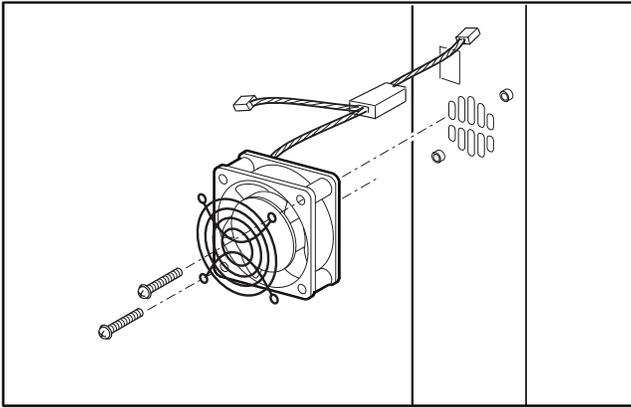

Figura 5: Instalación del ventilador de repuesto
9. Con el ventilador de repuesto, pase el cable de alimentación con el conector en Y a través de la ranura de acceso situada en la parte superior del chasis y en dirección a la placa posterior. Consulte la Figura 5.